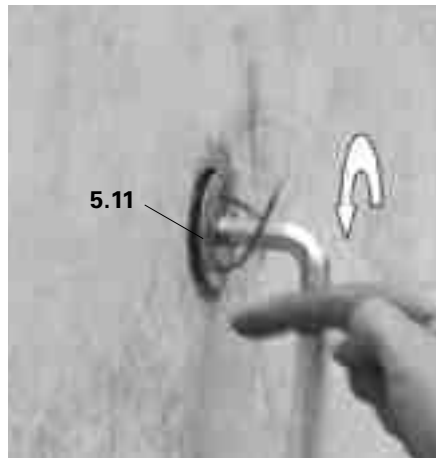

Fig. B1.16
2. Soltar el disco sujeción cono M24 (5.11) con la llave Allen hexagonal 14. (Fig. B1.16)